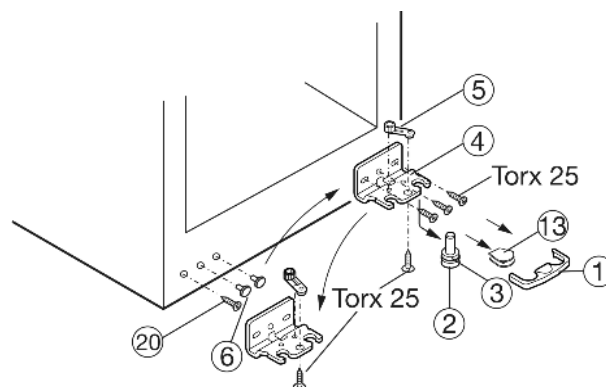

Fig. 4
- ▶ Предохранитель Fig. 4 (1) снимите движением вперед.
- ▶ Снимите крышку Fig. 4 (13)*.
- ▶ Вытяните опорный палец Fig. 4 (2) вниз и вперед. При этом следите за гнездом шарнира Fig. 4 (3).
- ▶ Открутите опорный кронштейн Fig. 4 (4).
- ▶ Открутите опорную деталь Fig. 4 (5) и, переставив в отверстие на противоположной стороне опорного кронштейна, снова прикрутите.
- ▶ Снимите и снова установите пробку Fig. 4 (6) на противоположную сторону со стороны ручки.
- ▶ Выкрутите болт Fig. 4 (20) и вкрутите на противоположной стороне.
- ▶ Снова прикрутите опорный кронштейн Fig. 4 (4) на новой стороне шарнира (**с моментом 4 Нм**). При необходимости используйте аккумуляторный шуруповерт.
- ▶ Снова слегка наклоните устройство назад и снова установите опорный палец Fig. 4 (2) с гнездом шарнира Fig. 4 (3). Зау-брина на опорном пальце должна быть расположена спереди.
- ▶ Установите крышку Fig. 4 (13) на противоположной стороне.*
- ▶ Предохранитель (1) нужно зафиксировать сбоку на кронштейне, чтобы опорный палец и двери были защищены от выпадения.
- ▶ Снова защелкните предохранитель (1) на опорном кронштейне.
- ▶ При необходимости выровняйте дверцы через два продольных паза в опорном кронштейне Fig. 4 (4) параллельно корпусу устройства. Для этого выкрутите средний винт.